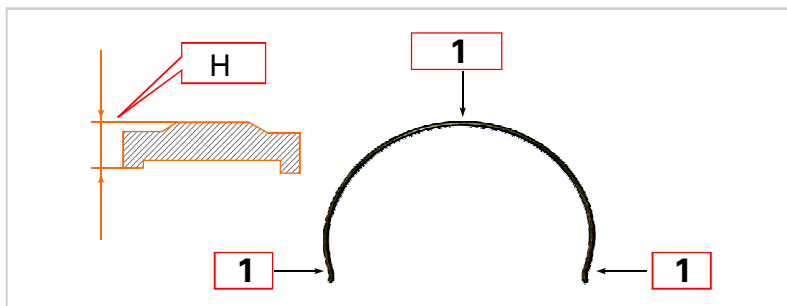

图4-52 同步器滑块和弹簧检查部位
5. 检查同步器滑块和同步器弹簧的磨损或损坏（图4-52和表4-12）。